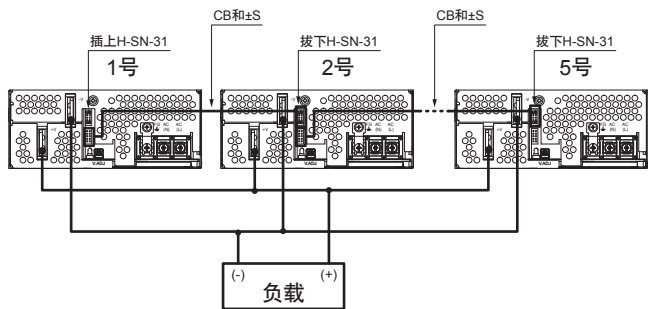

图5.14 并联运行状态 (PJMA1000F, PJMA1500F示例)
- ①(接线前) 将各电源的输出电压设定为所需值。电源间的输出电压差必须小于0.1V或额定输出电压的1% (以较小者为准)。
- ②按图5.14所示连接电源。对于并联连接的电源, 其输出线的长度和种类应相同。
- ③确保总输出电流不超过下式所确定的值: